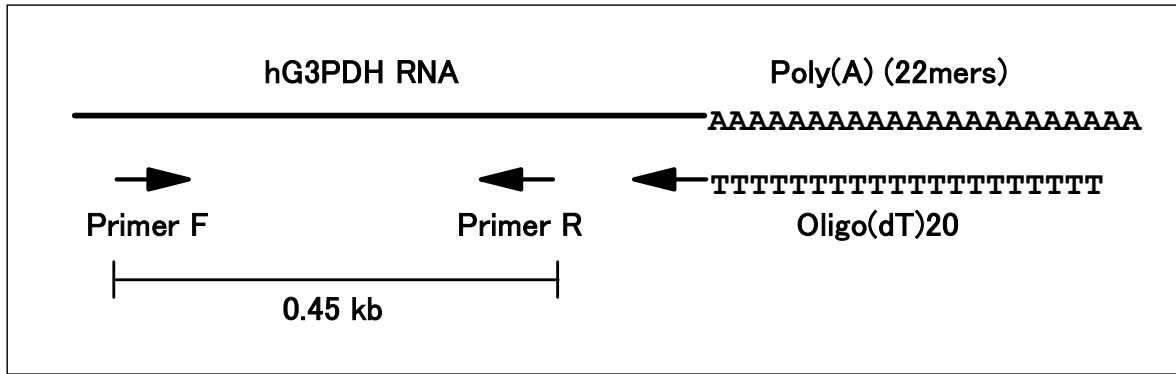

図3 ポジティブコントロールRNAと添付プライマー
本キットはポジティブコントロール用RNAとして、Human G3PDH (Glyceraldehyde 3-Phosphate Dehydrogenase) 遺伝子の *in vitro* 転写産物が添付されています(3'末端には22 mer の poly(A) tail が付加されています)(図3参照)。